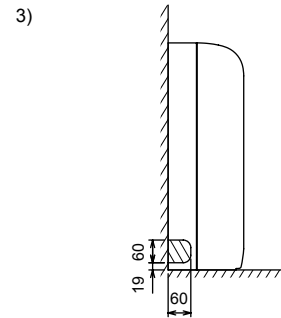

Fig. 3-9
- 3) Pour la tuyauterie cote gauche (Fig. 3-9)